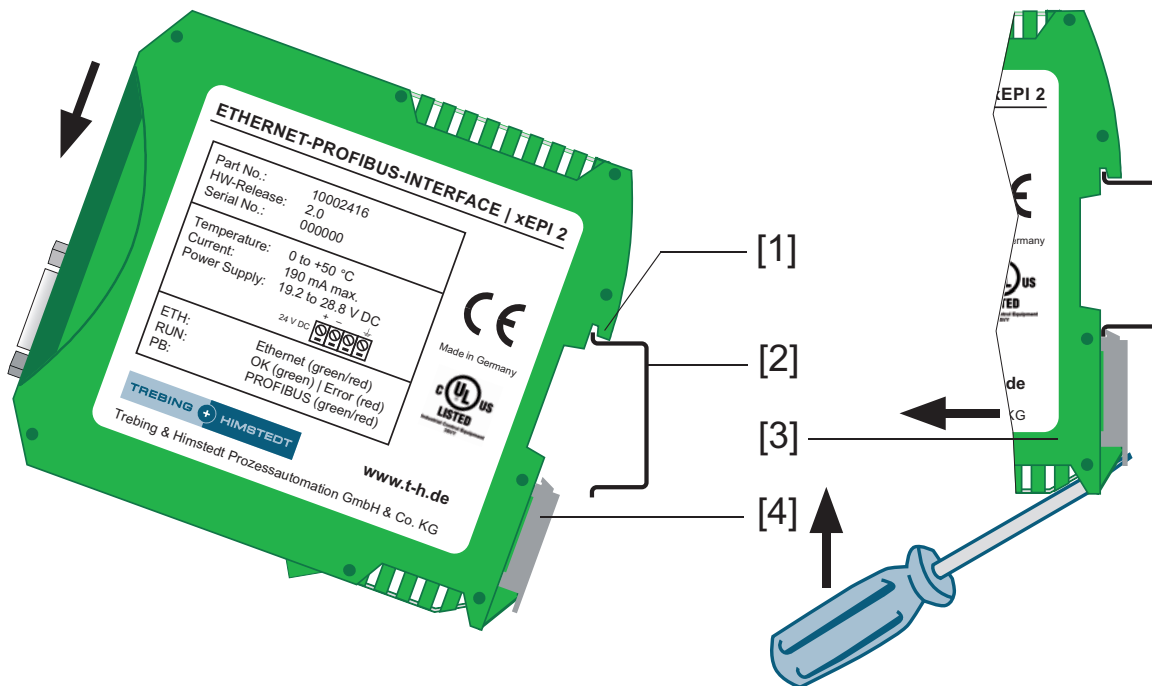

Abb. 2: Montage und Demontage des xEPI 2
2. Stecken Sie den Schraubendreher in den Arretierhebel am xEPI 2 (siehe Abbildung 2).